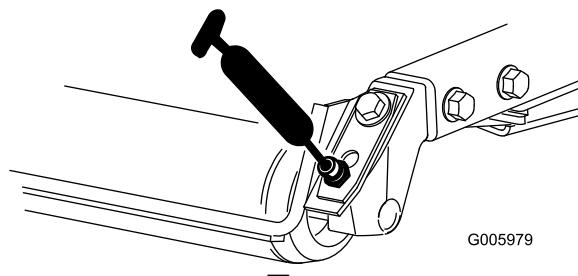

図 26
- ・ 後ローラのベアリング (各カッティングユニットに2ヶ所) (図 26)